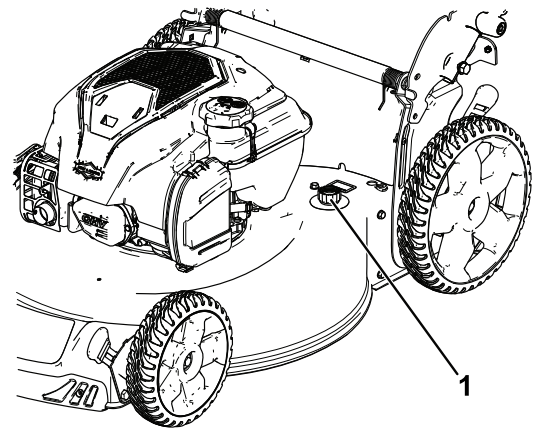

Figure 18
5. Branchez un tuyau d'arrosage, relié à une arrivée d'eau, au raccord de lavage (Figure 18).